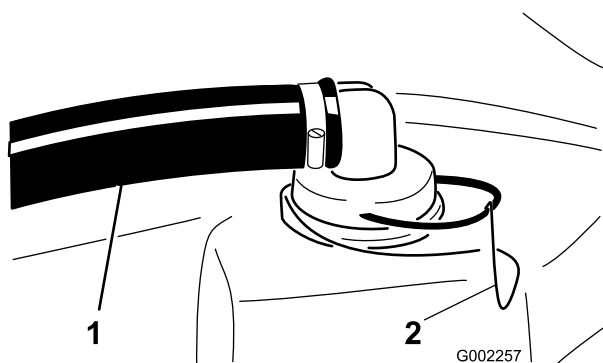

図 54
2. タンク上部の太いホースについている赤いフィッティングからリテーナを外す (図 54)。
3. タンクからホースを外す (図 54)。